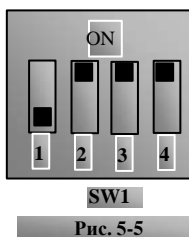

Рис. 5-5
(6) Рядом с управляющим клеммным блоком инвертора мощностью выше 30 кВт имеется кодирующее реле SW1 с красной четырехцифровой кодировкой, см. Рис. 5-5. Функция кодирующего реле заключается в выборе вводного диапазона (0~5В/0~10В/0~20мА) аналоговых входов AI1 и AI2. При фактической работе выбирайте аналоговый входной канал функцией F203. Значение канала AI1 по умолчанию равно 0~10В, значение канала AI2 по умолчанию равно 0~20мА. Состояния других реле и режим управления скоростью указаны в таблице 5-3.